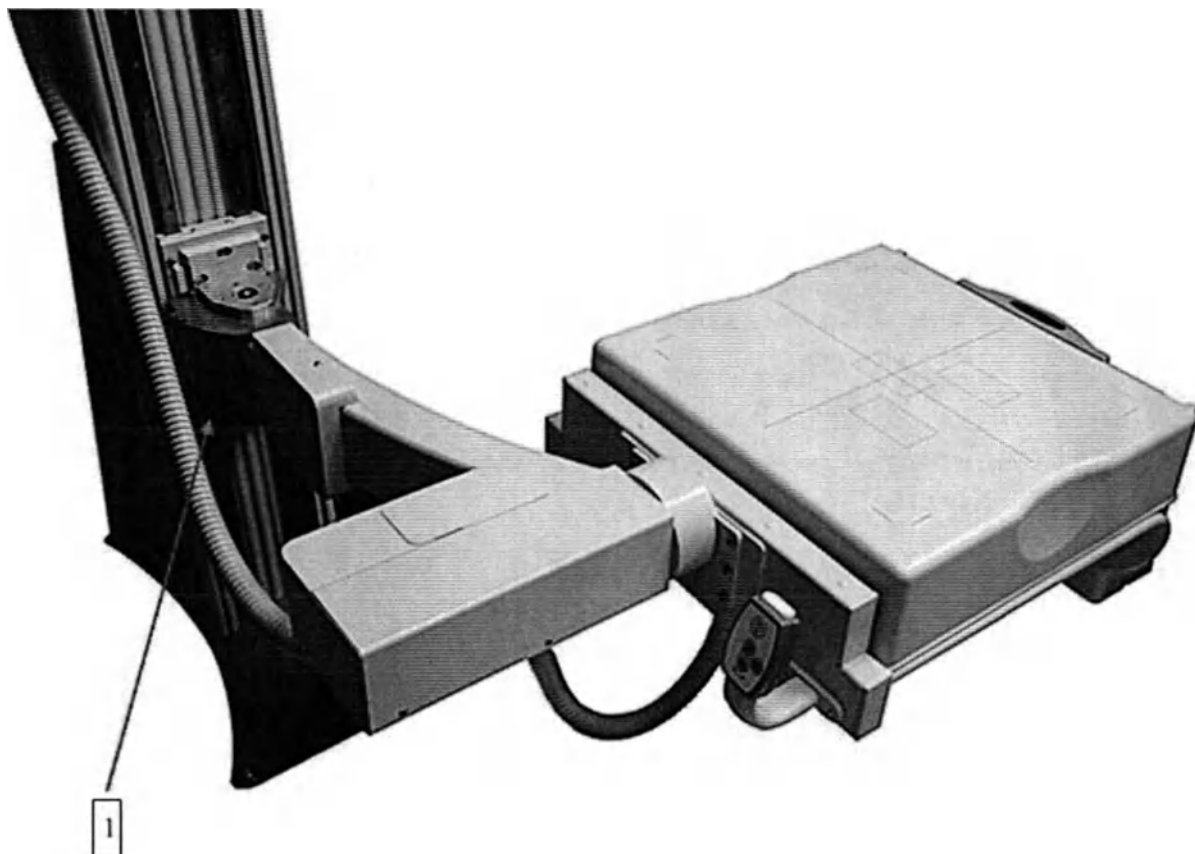

Рисунок 4.11 – Поворот детектора на 90° в горизонтальной плоскости для режима вертикального снимка (опция)
2. Нажмите на кнопку . При этом фиксатор выйдет из паза (см. Рисунок 4.11, поз.1).